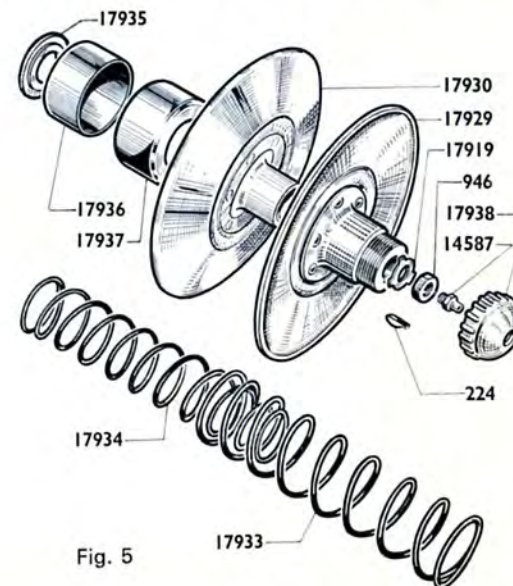

Fig. 5
- Dévisser le cache poussière plastique n° 17938, Fig. 5.